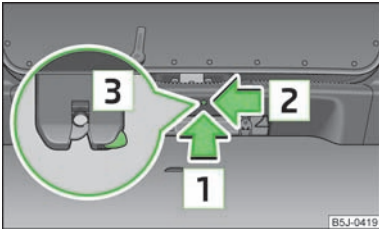

Abb. 17
- In die Öffnung in der Verkleidung in Pfeilrichtung **1** » Abb. 17 einen Schraubendreher oder ein ähnliches Werkzeug bis zum Anschlag einführen.